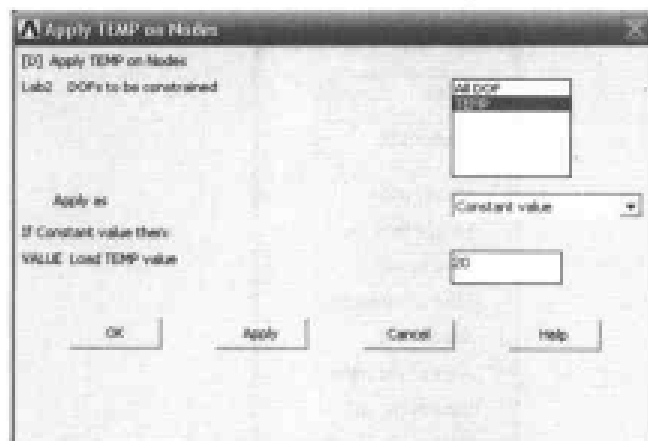
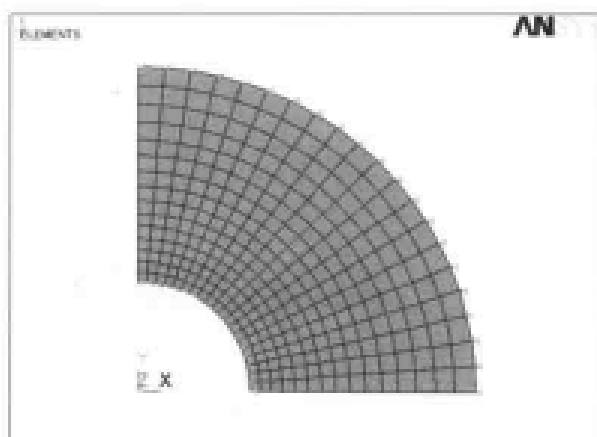

图 9-43 施加温度载荷对话框
图 9-44 加载后的结果显示
(5) 选择 Main Menu | Solution | Define Loads | Apply | Thermal | Temperature | On Nodes 命令, 出现 Apply TEMP on Nodes 菜单, 单击 pick all 按钮, 出现 Apply TEMP on Nodes 对话框, 在 Lab2 DOFs to be constrained 列表框中选择 TEMP 选项, 在 VALUE Load TEMP value 文本框中输入 80, 单击 OK 按钮关闭该对话框。
(6) 选择 Utility Menu | Select | Everything 命令。
(7) 选择 Utility Menu | Select | Entities 命令, 出现 Select Entities 对话框, 在第 1 个下拉列表框中选择 Lines 选项, 在第 2 个下拉列表框中选择 By Num/pick 选项, 在第 3 个选项组中选中 From Full 单选按钮, 单击 OK 按钮, 出现 Select Lines 菜单, 在文本框中输入 3, 单击 OK 按钮关闭该菜单。
(8) 选择 Utility Menu | Select | Entities 命令, 出现 Select Entities 对话框, 在第 1 个下拉列表框中选择 Nodes 选项, 在第 2 个下拉列表框中选择 Attached to 选项, 在第 3 个选项组中选中 Lines, all 单选按钮, 单击 OK 按钮关闭该对话框。
(9) 选择 Main Menu | Solution | Define Loads | Apply | Thermal | Temperature | On Nodes 命令, 出现 Apply TEMP on Nodes 菜单, 单击 pick all 按钮, 出现 Apply TEMP on Nodes 对话框, 在 Lab2 DOFs to be constrained 列表框中选择 TEMP 选项, 在 VALUE Load TEMP value 文本框中输入 20, 如图 9-43 所示, 单击 OK 按钮关闭该对话框。
(10) 选择 Utility Menu | Select | Everything 命令。
(11) 选择 Utility Menu | Plot | Element 命令。加载后的结果如图 9-44 所示。